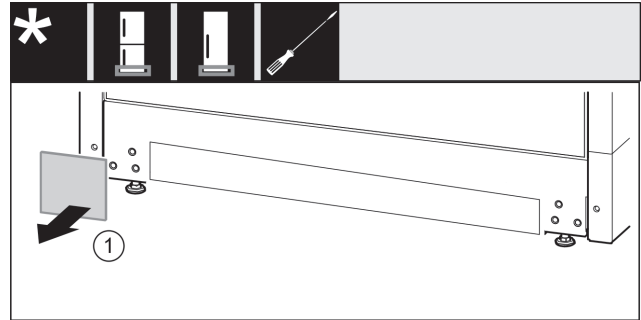

Fig. 35
- ▶ Odoberte kryt. Fig. 35 (1)